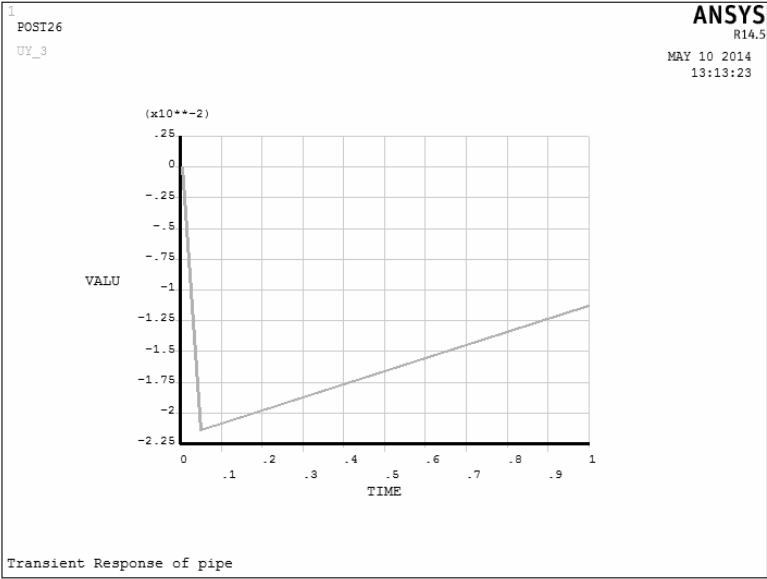

图 7-209 节点的位移时间曲线
- 4) 在“Variable List”列表中选择要显示的变量 UY_3，单击按钮，即可在图形区显示位移与时间的变化曲线，如图 7-209 所示。